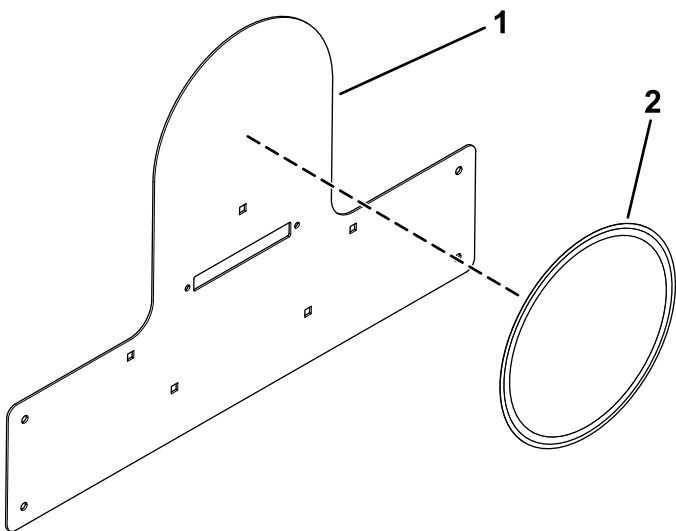

Figure 21
7. Apposez l'autocollant de vitesse approprié sur le support du panneau de vitesse (Figure 21).